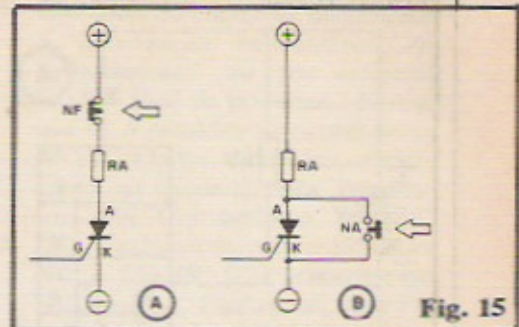

Fig. 15
- FIG. 15 - Continuando a resumir o já visto... Uma vez assumida a condição ilustrada em 14-B e 14-C (condução plena, com a carga de **anodo** devidamente alimentada...), para "desligarmos" o dispositivo, de nada adianta remover a polarização de **gate**! A solução é bloquear, ainda que por brevíssimo instante, a própria alimentação geral do SCR/carga ("abrindo-se" o interruptor NF de diagrama 15-A, por exemplo) ou "zerar" a diferença de tensão entre o **anodo** e o **catodo** do SCR (por exemplo, "fechando" o in-
terruptor NA do diagrama 15-B...). Após qualquer das providências ilustradas na fig. 15, mesmo que o SCR/carga permaneçam (ou "voltem a ser"...) alimentados, um novo "disparo" apenas ocorrerá quando nova polarização **positiva** (ainda que muito breve...) seja aplicada ao **gate** G.